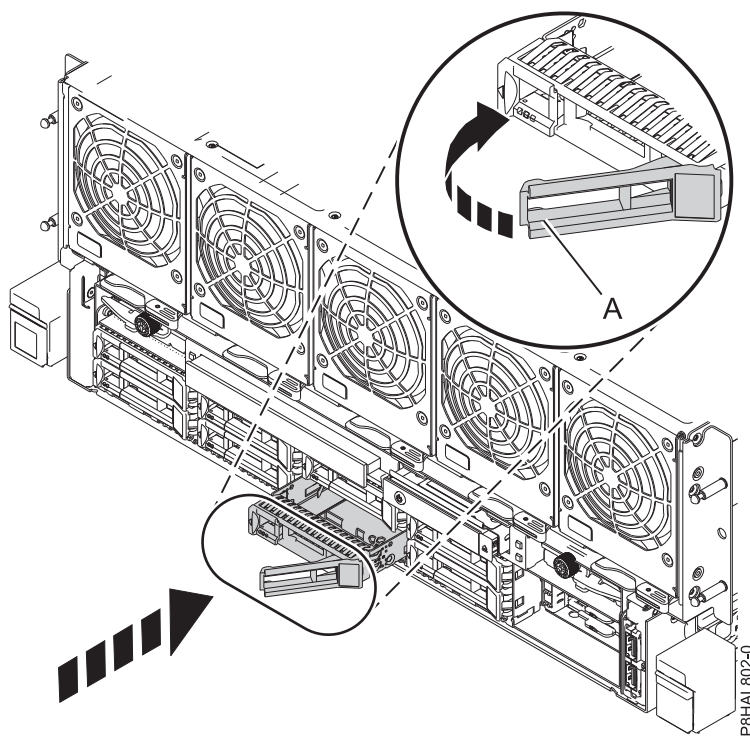

図 19. 8408-44E または 8408-E8E システムにおけるディスク・ドライブの取り替え
3. ハンドルを押して手前に引き出して、ドライブ・ベイ・ハンドル (A) をアンロックします。ハンドルが完全に引き出されていないと、ドライブをシステムの中にスライドさせることができません。
5. ドライブをシステムに完全にスライドさせ、ドライブ・ベイ・ハンドル (A) をロックされるまで押し込みます。 図 19